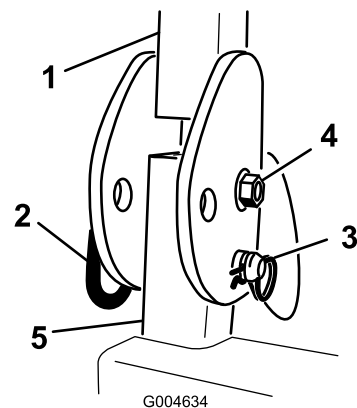

図 92
- 各ROPSアセンブリをROPSポストに固定しているボルト、ナット、ヘアピンコッター、ピンを取り外す 図 92。ROPSアセンブリを取り外す。